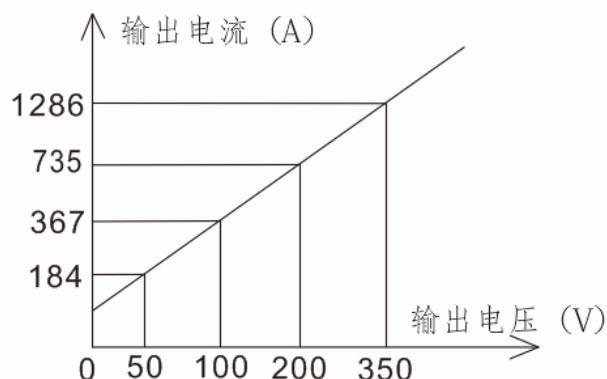

图 33 HMCXZW-450 变频电源装置负载能力
12.6.1 将散热板抽出，用晶体管测试仪对每块功放板进行耐压测试。功放板的布局如图 33、34 所示。有两种情况：一种耐压为零，一种耐压较低但不为零。